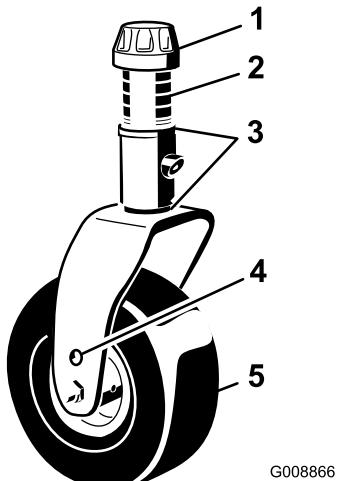
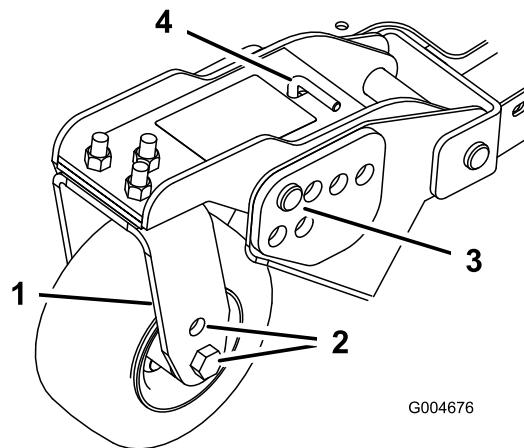
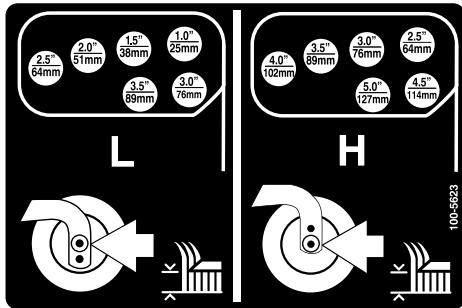

Figura 24
Figura 26
Figura 27
1. Posizionate gli assali delle ruote orientabili negli stessi fori di tutte le forcelle (Figura 24 e Figura 26).
2. Togliete il tappo tenditore dall'asse del fusello ed estraete il fusello dal braccio della ruota orientabile (Figura 24).
5. Togliete la coppia ed i perni con testa dai bracci di rotazione delle ruote orientabili (Figura 26).
6. Girate il tenditore per alzare o abbassare il braccio di rotazione finché i fori non sono allineati con i fori della staffa dell'altezza di taglio selezionati, nel telaio del piatto di taglio (Figura 26 e Figura 27).